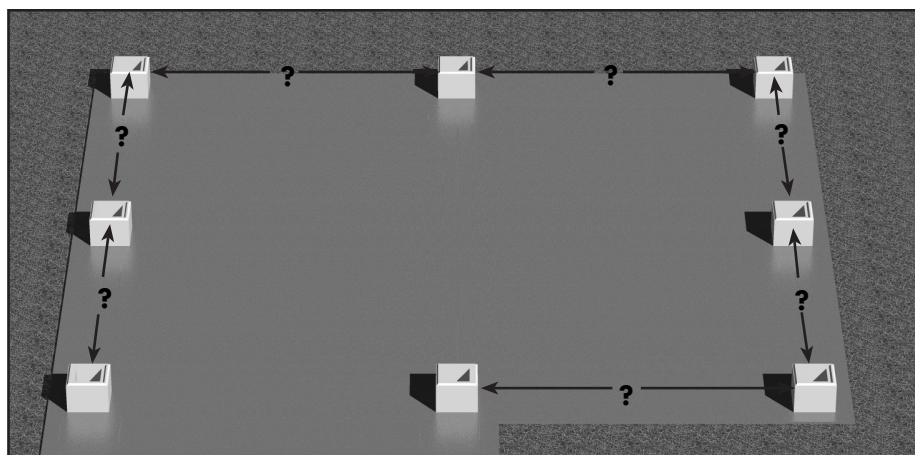

図 1B
B) 各親柱底部の間隔を測定し (図 1B)、その間に取付けられる下枠をその長さに切ります。